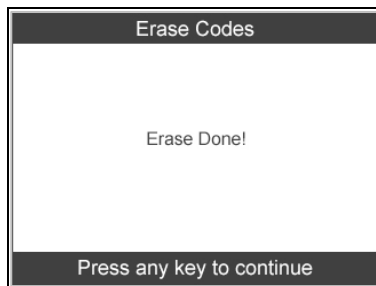

Figure 6.7
- 3) Si les codes sont effacés avec succès, le message « **Erase Done!** » (effacement exécuté) s'affiche. Appuyer sur une touche quelconque pour poursuivre. (Figure 6.7)